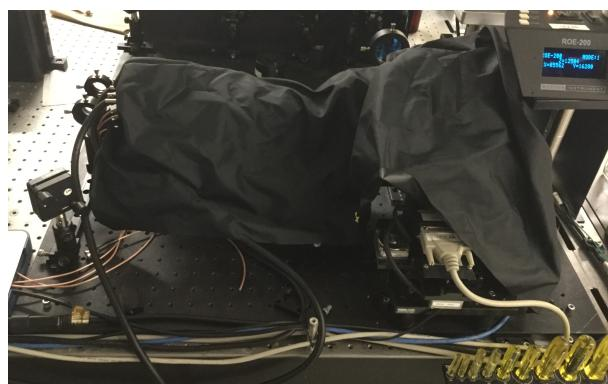

Figure 26 – Couverture sur le montage
6. Mettre la couverture noire comme sur la figure 26. Attention : La couverture ne doit pas se retrouver sur le parcours du laser !